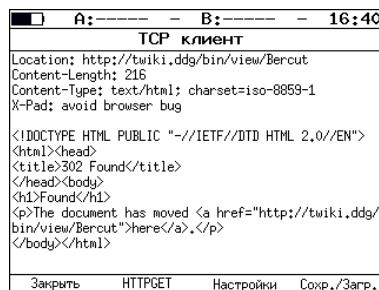

Рис. 7.79. Пример ответа на HTTP GET-запрос
3. В окне «TCP клиент» нажать на клавишу **F2** («HTTPGET»). Пример результатов тестирования представлен на рис. 7.79.